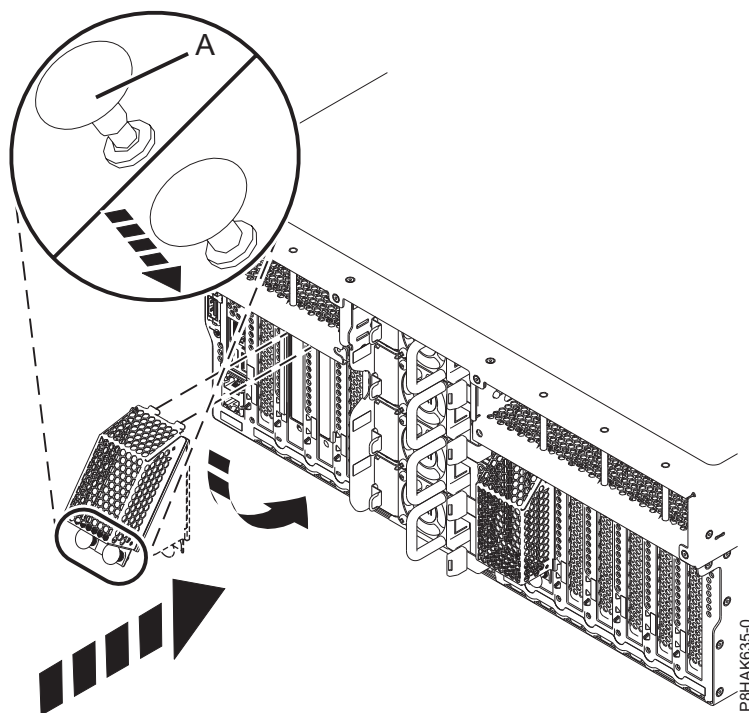

Abbildung 45. Schutzabdeckung am GPU-Adapter anbringen
- a. Wenn die Sperrtaste (A) sich noch nicht in der geöffneten Position befindet, ziehen Sie die Sperrtaste (A) in die geöffnete Position. Siehe Abb. 45 auf Seite 51.
- c. Drücken Sie die Sperrtaste (A) in die in Abb. 45 auf Seite 51 dargestellte Richtung, um die Abdeckung einrasten zu lassen.